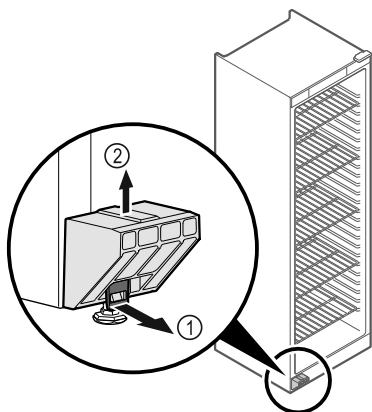

Fig. 1
- ▶ Povucite spojnicu Fig. 1 (1) prema naprijed.
- ▶ Povucite transportni osigurač Fig. 1 (2) prema gore.